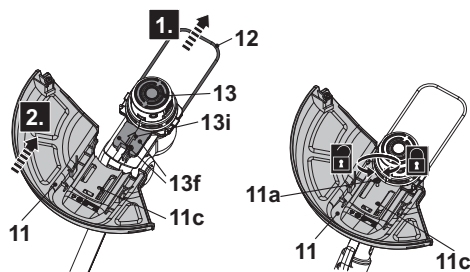

Fig. 1
1. Retournez la tête de coupe (13).
3. Commencez par déployer le protège-plante (12) (Fig. 1, étape 1), puis alignez et faites glisser le carter (11) sur les fentes coulissantes (13f) de la tête de coupe (13) (Fig. 1, étape 2).
4. Fixez le carter (11) en tournant la vis (11a) dans le sens des aiguilles d'une montre (Fig. 1, étape 3).